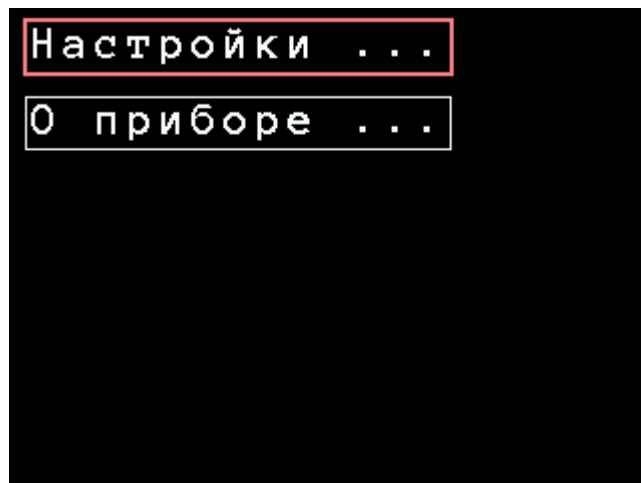

Рисунок 2.4. Меню верхнего уровня измерителя коэффициента гармоник СК6-220
2.3.3.1 Для изменения настроек необходимо перейти в меню прибора с помощью клавиши . Общая структура меню измерителя коэффициента гармоник СК6-220 показана на рисунке 2.3. При нажатии на клавишу  откроется меню верхнего уровня (см. рисунок 2.4). Из этого меню доступно два подменю: